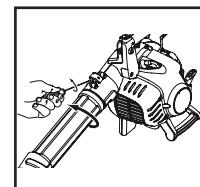

Fig. 03
- 4.** Puxe o tubo superior da saída do soprador (Fig. 03).